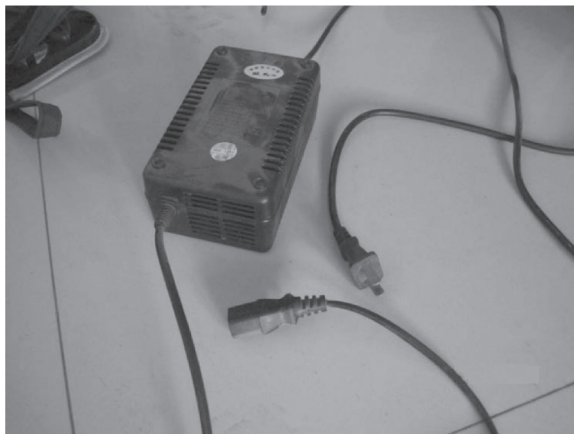

图 4-48 检查充电器输出插头
1) 先检查充电器输出插头与电源插头，如图 4-48 所示。发现均接触良好。